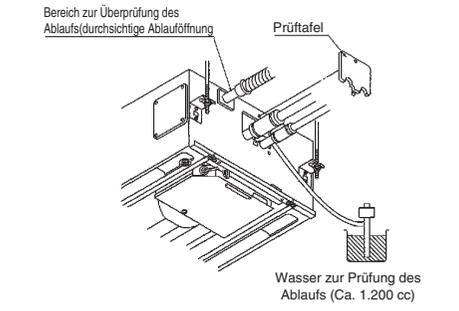

Abb. 3-30
- (4) Nach der Überprüfung des Abföhrs den Überbrückungsstecker am Prüfanschluss-Stift (CHK) wieder abnehmen, dann die Leitungsabdeckung wieder anbringen. (Abb. 3-30)
Die Leitungsabdeckung mit 4 x 8 Schneidschrauben befestigen. (Abb. 3-30) Keine zu langen Schrauben verwenden, da diese sich durch die Ablaufwanne bohren und einen Wasseraustritt verursachen können.